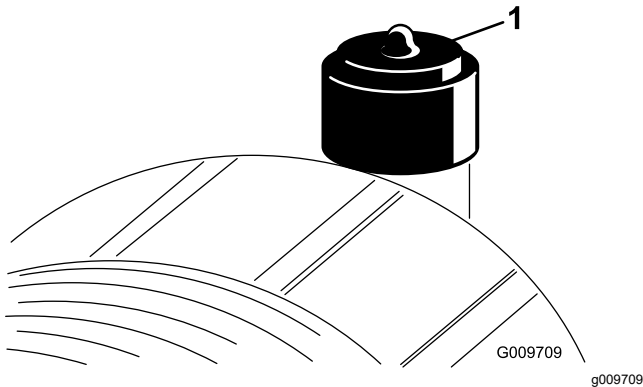

Figura 69
Faça a manutenção ao filtro de ar apenas quando o indicador de serviço (Figura 69) o exigir. Mudar o filtro de ar antes de ser necessário apenas aumenta a possibilidade de entrar sujeira no motor quando se retira o filtro.
- Reinicie o indicador (Figura 69) se este se apresentar vermelho.